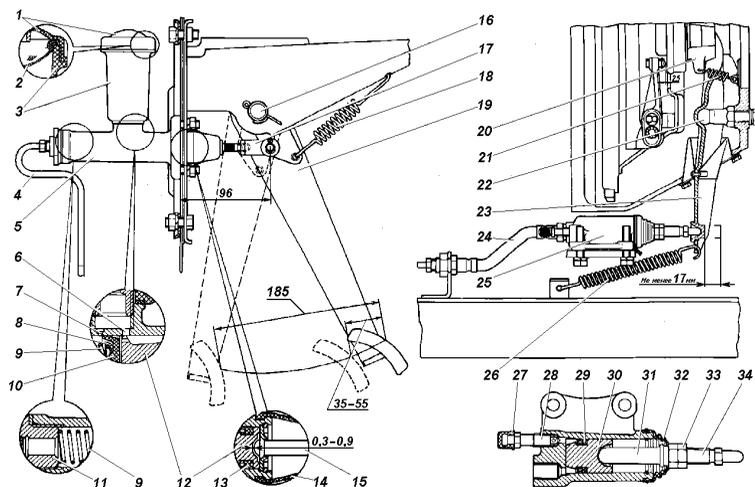

Рис. 5.3. Привод выключения сцепления:
**Привод выключения сцепления** (рис. 5.3) - гидравлический, состоит из подвесной педали 19, главного цилиндра 5, трубопровода 4, шланга 24 и рабочего цилиндра 25.